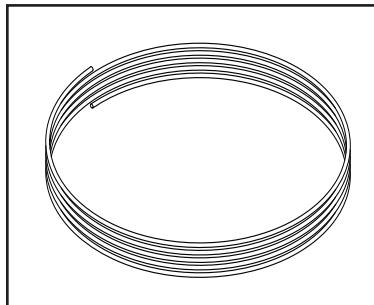
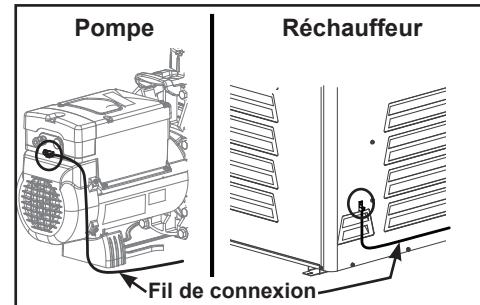

Figure 19. Fil de connexion
Figure 21. Emplacements de l'oreille de fixation
18. Fixer une extrémité du fil de connexion à l'oreille de fixation située en bas du panneau arrière du châssis (Voir Figures 19 et 20). Fixer l'autre extrémité à une liaison électrique commune telle que la pompe de piscine ou le réchauffeur. S'assurer de consulter le manuel de la pompe ou du réchauffeur pour trouver l'emplacement de l'oreille de fixation avant d'effectuer de raccordement. Voir Figure 21 pour les exemples d'emplacements d'une oreille de fixation. Ne pas utiliser le bloc d'alimentation comme point de masse commun. Il ne doit y avoir qu'une seule liaison électrique au bloc d'alimentation. Chaque appareil de la piscine qui n'est pas relié et qui requiert une mise à la terre devra être relié au point de masse commun dans le respect des normes locales.
Le débit maximum pour la cellule est de 348 lpm (92 gpm). Si le débit excède 348 lpm (92 gpm), la cellule DOIT être installée sur la tuyauterie de dérivation (Voir Figure 19). Une soupape de contrôle doit être installée pour contrôler le débit dans la cellule. Il peut être installé du côté aspiration de la cellule ou entre le côté aspiration et le côté refoulement de la tuyauterie de dérivation. Le débit sera rectifié après avoir appuyé sur la poignée de la soupape jusqu'à ce que l'indicateur rouge « No Flow » s'éteigne et les grosses bulles d'air disparaissent dans la cellule.
2. Enlever les vis qui fixent le couvercle à la plaque arrière et soulever le couvercle pour dégager les bornes (Voir Figure 19).
5. Fixer l'attache de câble au câble du dispositif de commande tel qu'illustré (Voir Figure 21).